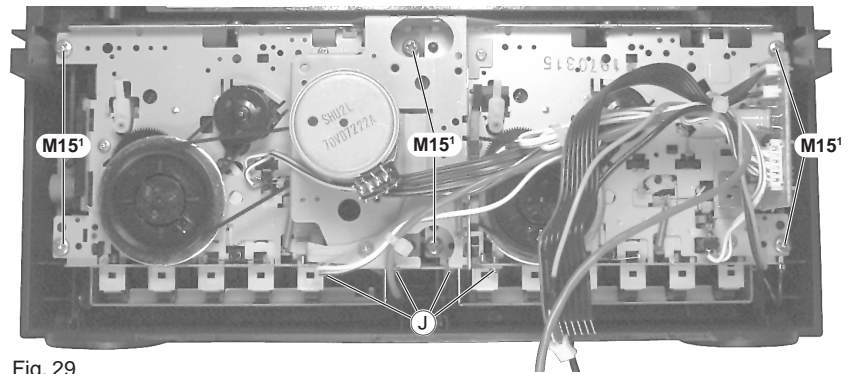
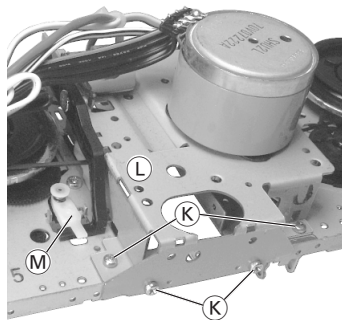

Fig. 29
Fig. 30
- 6 Schrauben **M15¹** (Fig. 29) herausschrauben und das Laufwerk abnehmen.
- Undo 6 screws **M15¹** (Fig. 29) and take the drive mechanism off.
- Die 4 Schrauben **J** (Fig. 29), die 4 Schrauben **K** (Fig. 30) herausschrauben und den Verbindungsrahmen **L** vorsichtig aushängen.
Achtung: Beim Aus- und Einbau des Verbindungsrahmens **L** auf den Pausenverriegelungshebel **M** achten (Fig. 30)!
- Undo 4 screws **J** (Fig. 29), 4 screws **K** (Fig. 30) and disengage the connecting frame **L** carefully.
Warning: When removing and refitting the connecting frame **L** take care of the pause locking lever **M** (Fig. 30)!